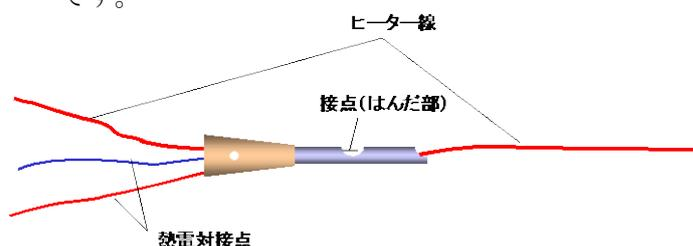

図3. 作りかけのHS-1
2. 3本線がベースから出てくるはずですが、この3本を、接点部（はんだがついている所）が針の真中の穴の位置に来るまで引っ張ります。こんな感じ（図3）になっているはず